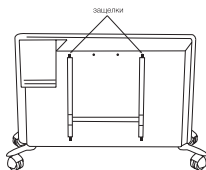

Рис. 4
- освободить настенный кронштейн от конвектора, необходимо следующим образом: нажмите на защелки и потяните кронштейн на себя нажав вниз на две защелки (рис. 4);
Произвести чистку пространства позади установленного на стене обогревателя довольно несложно. Нажмите вниз две защелки (рис. 4) на задней стенке обогревателя, и потяните сам обогреватель вперед. После того, как он будет снят, можно будет вымыть стенку, на которой он был установлен. После завершения уборки установите обогреватель в его нормальное рабочее положение. Рекомендуемая температура и влажность в помещении: